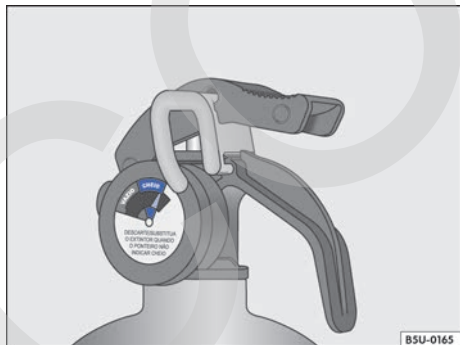
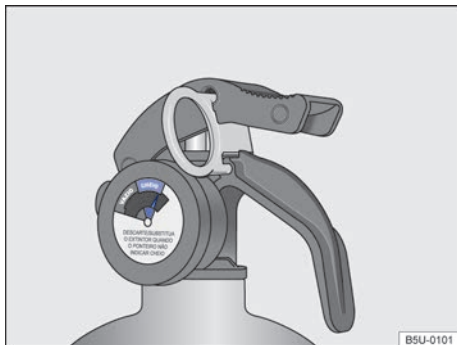

Fig. 149 En el extintor de incendio: indicador de carga (manómetro).
Fig. 150 En el extintor de incendio: indicador de carga (manómetro).
- Carga - el puntero debe estar en la franja verde del manómetro (cargada) ⇒ fig. 149 o ⇒ fig. 150. ▶